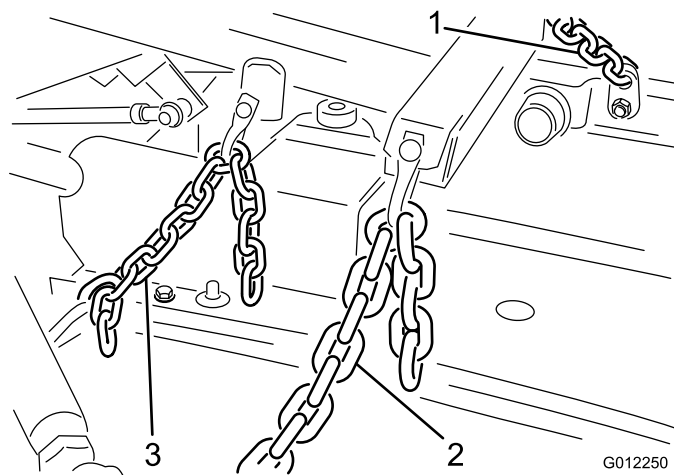

図 12
1. 昇降アームとカッティングユニットのチェーンブラケットに昇降チェーンを取り付けるシャックル6個、シャックルピン3/8 x 1-1/2 インチ、コッターピン1/8 x 3/4 インチを使用する 図 12。
2. 後部チェーンの4番目のリンクとシリンダピンを固定しているコッターピンの穴との間にテンションスプリングを接続する 図 12。